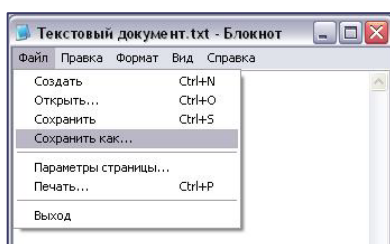

Рисунок 8.18 — Создание командного файла
- В меню *Файл* выберите пункт *Сохранить как* (см. рисунок 8.18).